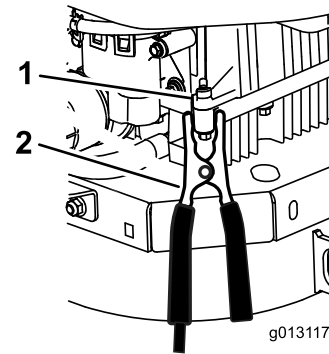

图50
6. 最后连接到缺电电池机器的**发动机缸体** (而不是电池负极)，远离电池，并往后站 (图50)。